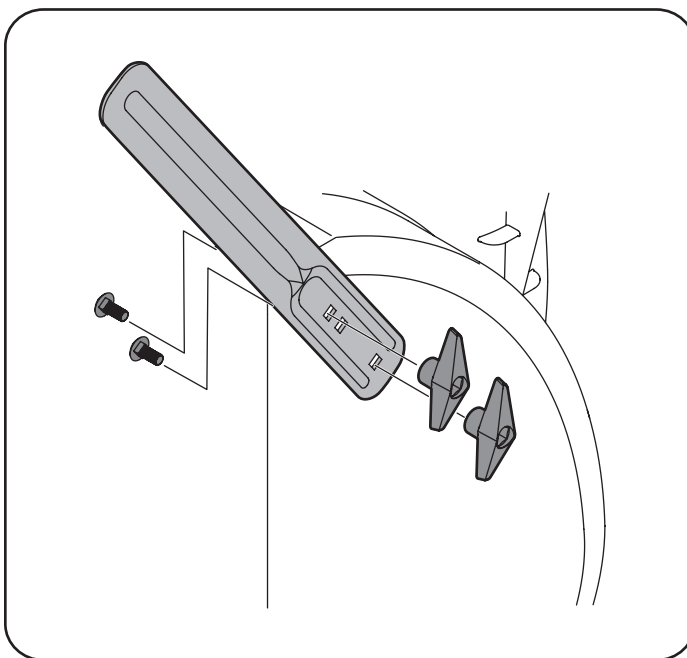

Figura 16
3. Acople los cortadores de desplazamiento de nieve con los tornillos y los pomos de mariposa en el exterior de la caja de la barrena como se muestra en la Figura 16.